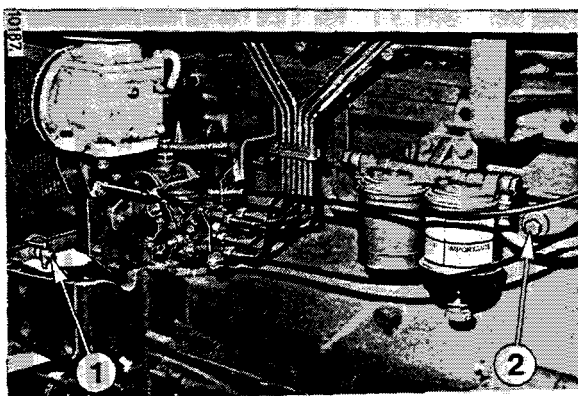

Figure 73
2 - Retirez le bouchon de vidange du bloc-moteur (2) Fig. 73.
5 - Mettez en place le bouchon de vidange (2) Fig. 73 et fermez le robinet (1).